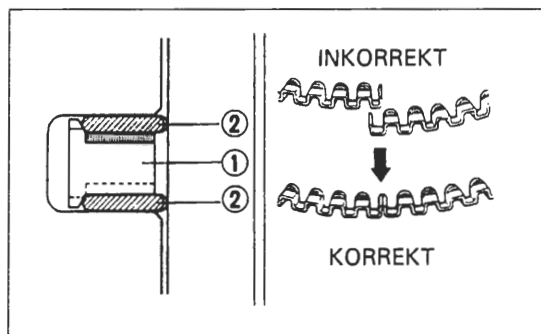

Bild 217
- Kolbenringstöße gleichmässig am Kolbenumfang verteilen (Bild 217).